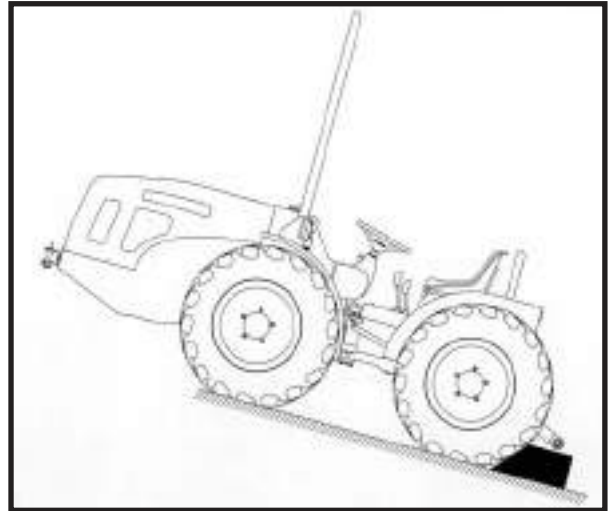

Fig. 21
*Estacione el tractor en una superficie llana, siempre que sea posible. Si es necesario estacionar el tractor en una ladera, bloquee firmemente las dos ruedas traseras, como se muestra Fig. 21.*